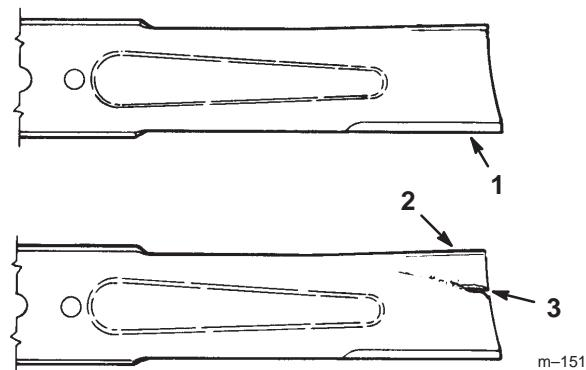

Figure 29
1. Inspectez les tranchants des lames (Fig. 29). Si les lames ne sont pas tranchantes ou si elles présentent des indentations, déposez-les et aiguisez-les (voir Aiguisage des lames, page 32).
2. Inspectez les lames, surtout la partie incurvée (Fig. 29). Remplacez immédiatement toute lame endommagée, usée ou qui présente une entaille (repère 3 de la Fig. 29).